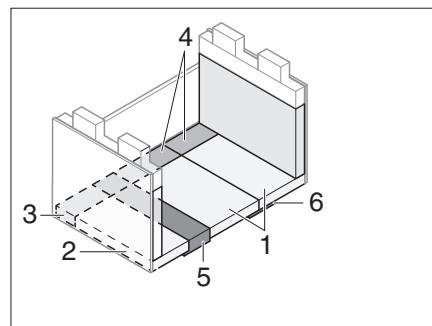

Fig. 211 Dopo la trasformazione
- Applicare i cuscini del divano, dello schienale e aggiuntivi come illustrato in Fig. 211.
► Per ottenere un maggior comfort in posizione distesa, si può rimuovere lo spessore dal cuscino dello schienale (Fig. 211,2).